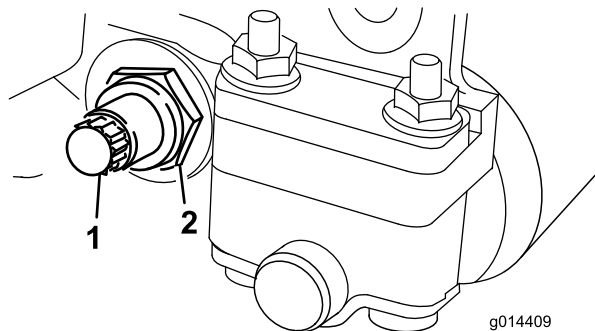
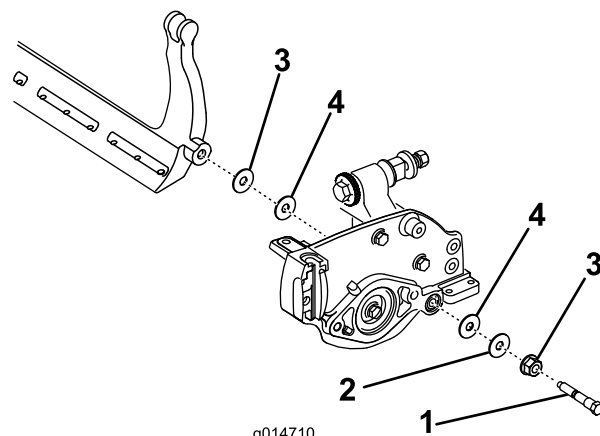

図 20
図 21
3. ベッドバー・ボルト (図 20) を固定しているロックナット (機体両側) をゆるめる。
4. 各ベッドバー・ボルトを抜いて、ベッドバーを下に引き抜いて外す (図 20)。ベッドバーの両端にナイロン・ワッシャ2枚とスチール・ワッシャ1枚ずつがあるので注意する (図 21)。
2. ベッド・バー・ボルト (とボルトについているナット) とワッシャ6枚で、ベッド・バーを各サイド・プレートに固定する。ナイロン・ワッシャはサイド・プレートの両側のボスに嵌め込む。その外側からスチール製ワッシャを取り付ける (図 21)。ベッドバー・ボルトを2.7~3.7 kg・m にトルク締めし、外側のスチール製ワッシャの遊びがなくなって回らなくなっているが、サイドプレートを変形させるほどには締めすぎでない程度に、ロックナットを締め付ける。内側のワッシャには遊びがあってよい。